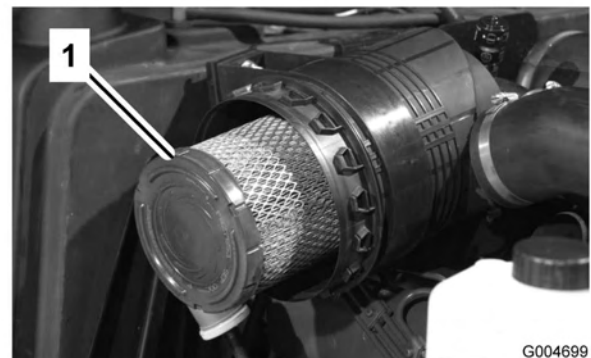
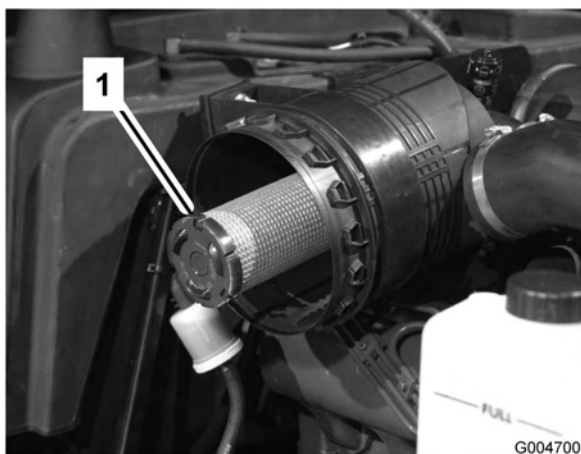

Figura 47
Figura 48
3. Retire el filtro primario (Figura 47). No se recomienda limpiar el elemento usado debido a la posibilidad de causar daños al medio filtrante. Asegúrese de que el filtro nuevo no ha sido dañado durante el transporte, comprobando el extremo sellante del filtro y la carcasa. No utilice el elemento si está dañado. **No** retire el filtro de seguridad (Figura 48).
Importante: No intente nunca limpiar el filtro de seguridad (Figura 48). Sustituya el filtro de seguridad por uno nuevo después de cada tres lavados del filtro primario.
4. Cambie el filtro primario (Figura 47).